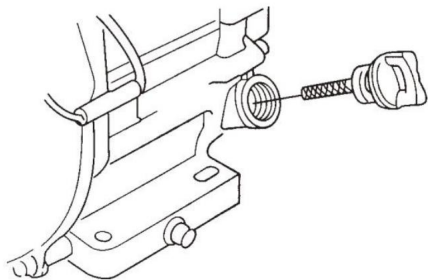

FIG.2
7.2.2 Ta bort påfyllningsstickan från påfyllningshålet för motorolja (FIG. 2) och torka rent.